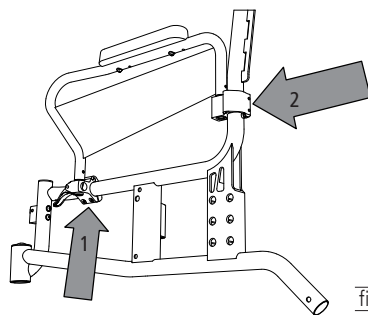

fig. 11
2. Løsn derefter begge unbrakoskruer på den forreste (1, fig. 11) og den bageste (2, fig. 11) klemmeanordning på sidedelen.